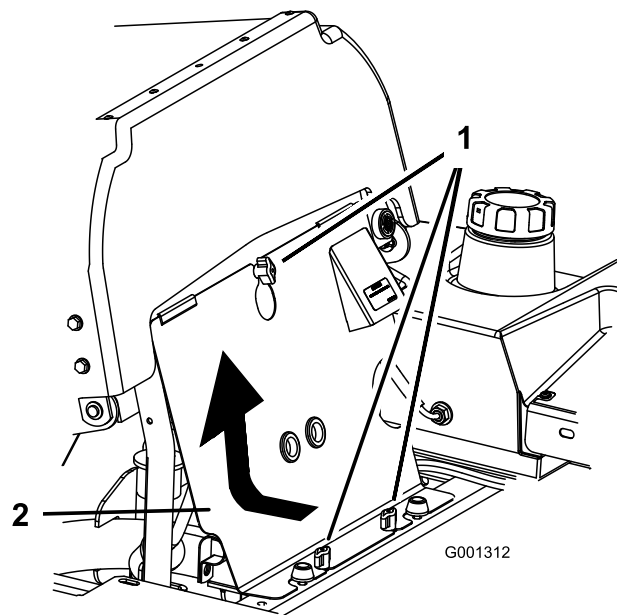

Figure 92
3. Desserrez les boutons du panneau du moteur et déposez le panneau (Figure 92).